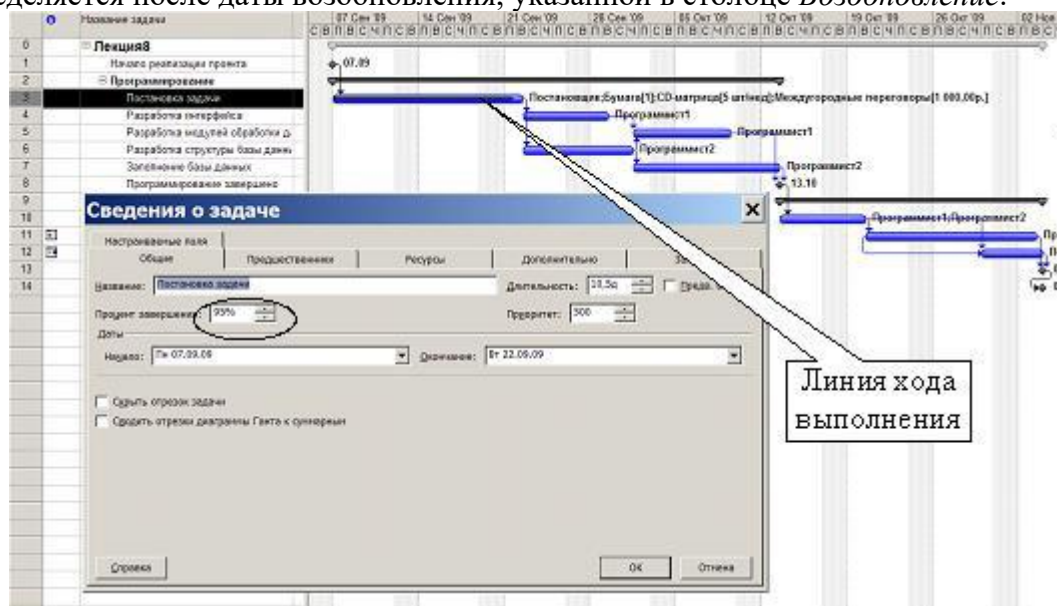

Рис. 11. Ввод процента завершения в окне свойств задачи
2. В окне свойств задачи на вкладке *Общие* заполнить поле *Процент завершения* (рис. 11).